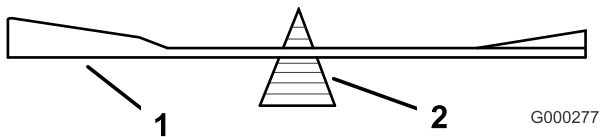
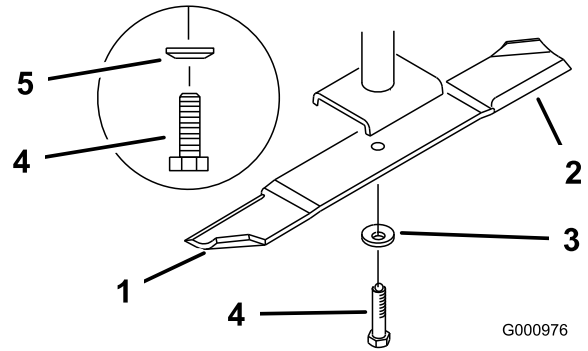

Figure 91
Figure 92
2. Vérifiez l'équilibre de la lame en la plaçant sur un équilibreur (Figure 91). Si la lame reste horizontale, elle est équilibrée et peut être utilisée. Si la lame est déséquilibrée, limez un peu l'extrémité de la partie relevée seulement (Figure 92). Répétez la procédure jusqu'à ce que la lame soit équilibrée.
1. Placez la lame sur l'axe (Figure 92).
2. Installez la rondelle élastique et le boulon de la lame. Le cône de la rondelle élastique doit être dirigé vers la tête du boulon (Figure 92). Serrez le boulon à 115–150 Nm (85–110 pi-lb).